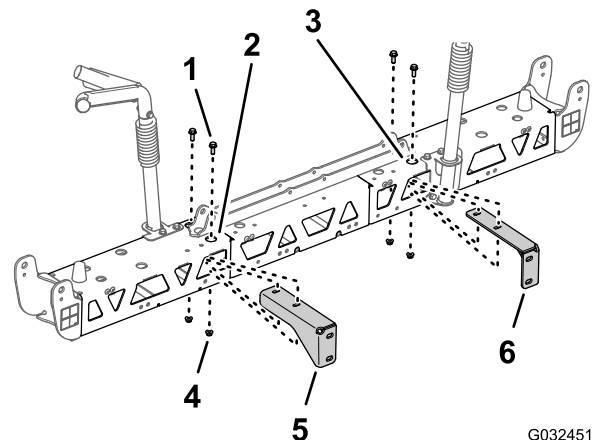

Figura 56
2. Alinee los orificios del soporte derecho con los orificios del perfil derecho, según se muestra en Figura 56.
3. Monte el soporte derecho en el perfil derecho del travesaño (Figura 56) con los 2 pernos con arandela prensada (3/8" x 1") y las 2 contratuercas con arandela prensada (3/8") que
4. Repita los pasos 2 y 3 con el soporte izquierdo en el perfil izquierdo del travesaño (Figura 56).